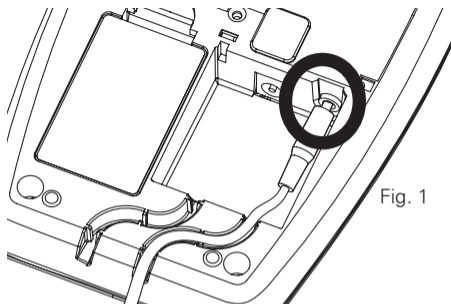

Fig. 1
1. Plug de vibrating pad-connector in de Strobe (zoals getoond in Fig. 1). Leid de draden door de bedradingsgeleider.